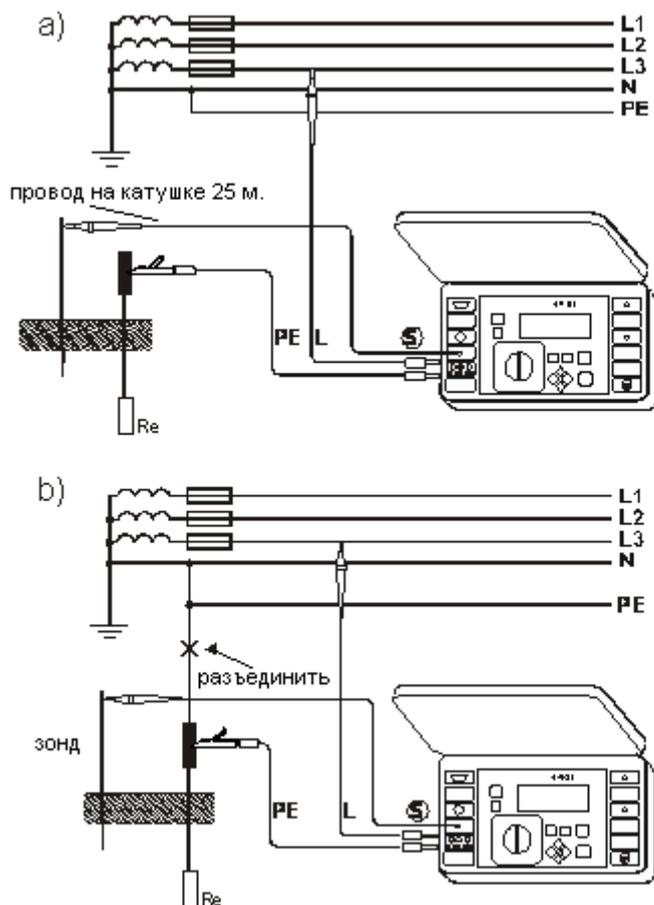

Рис.14. Способ подключения измерителя MPI-511 при измерении сопротивления заземления: а) для сети TN-S и ТТ, б) для сети TN-C, TN-C-S
Для измерения сопротивления заземления прибором MPI-511, в качестве дополнительного источника напряжения, служащего для создания измерительного тока, используется фазный провод сети. Для исключения влияния сопротивления рабочего заземления, источника и провода фазы, используется дополнительный электрод, вбиваемый в землю (сравнительная земля) и подключенный к гнезду  $\boxed{S}$  - Рис.14.
При измерении в сети TN-C, TN-C-S, используя фазу той же сети необходимо разъединить проводник PE, N от измеряемого заземлителя (Рис. 14. б)
- измерительные провода подключить в соответствии с Рис.14; провод L может иметь произвольную длину;